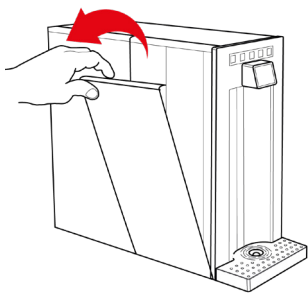

Fig. 1-13
22.1 – Mantenere l'apparecchio verticale con una mano e con l'altra tirare il pannello laterale sinistro della macchina verso l'esterno fino a completa estrazione, vedi Fig. 1-13